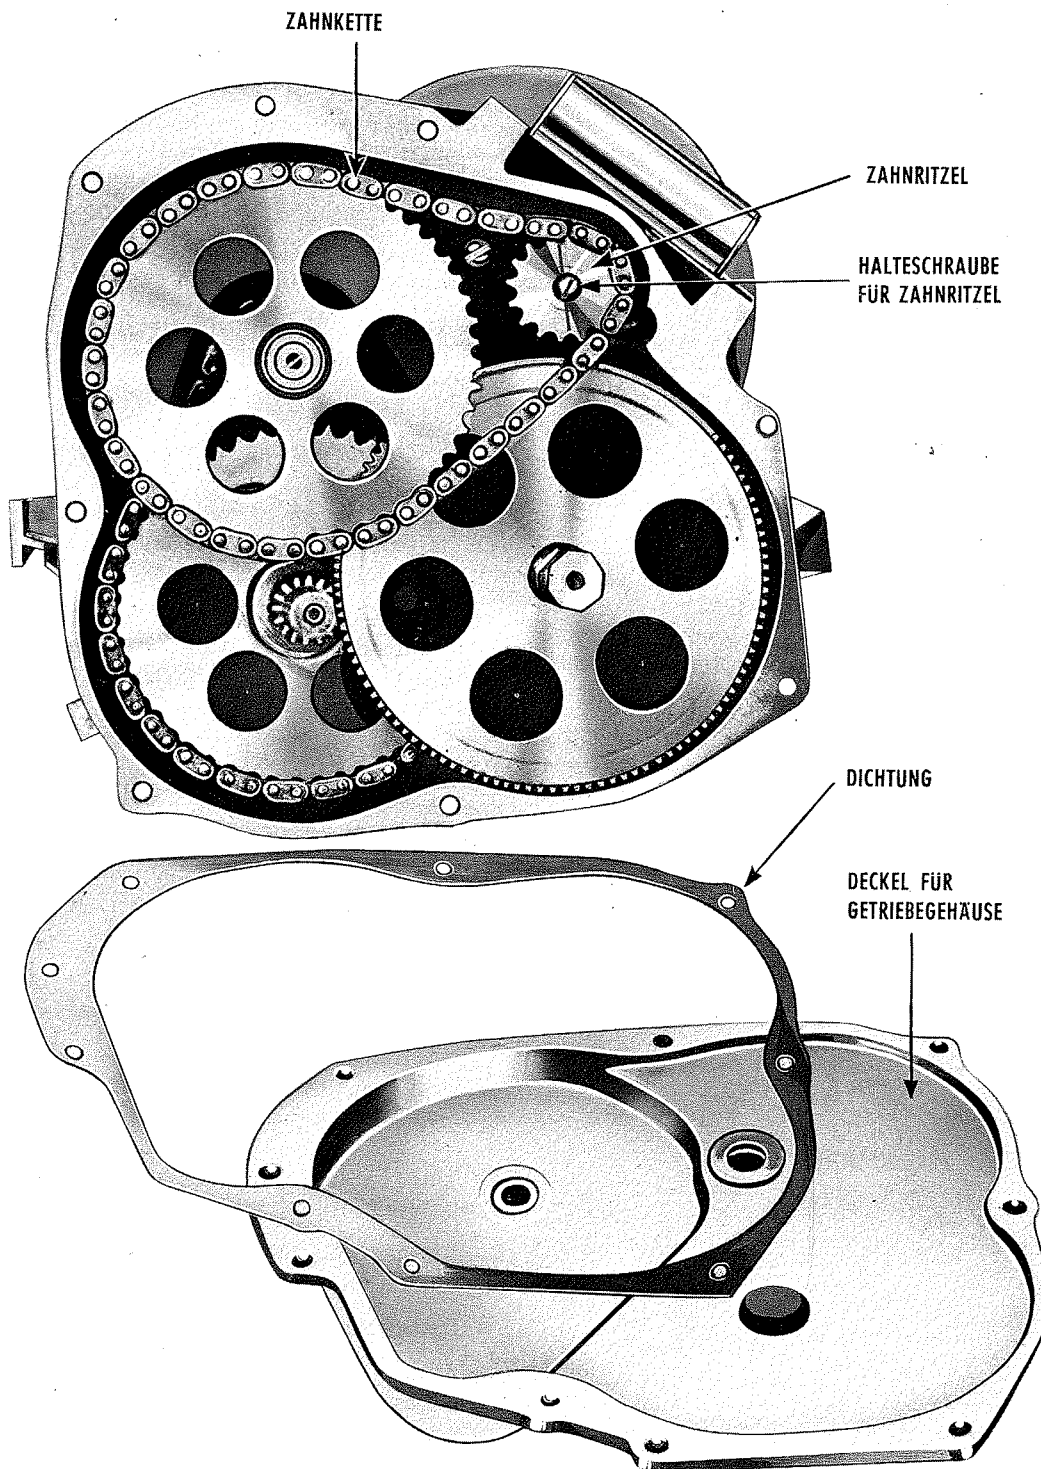

Bild 112.1 Übersetzungsgetriebe
c) Schraube, die das Übersetzungszahnrad auf der Achse hält, lösen (Bild 112.1).